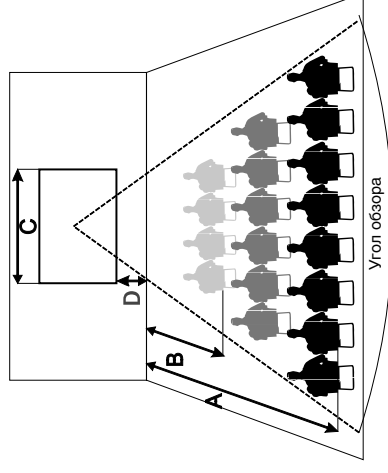

Рис. 2
- Расстояние от экрана до первого ряда зрителей (В на рис. 2) должно быть не менее 1,5 ширины экрана (С на рис. 2).
- Расстояние от экрана до последнего ряда зрителей (А на рис. 2) не должно превышать шестикратную ширину экрана (С на рис. 2).